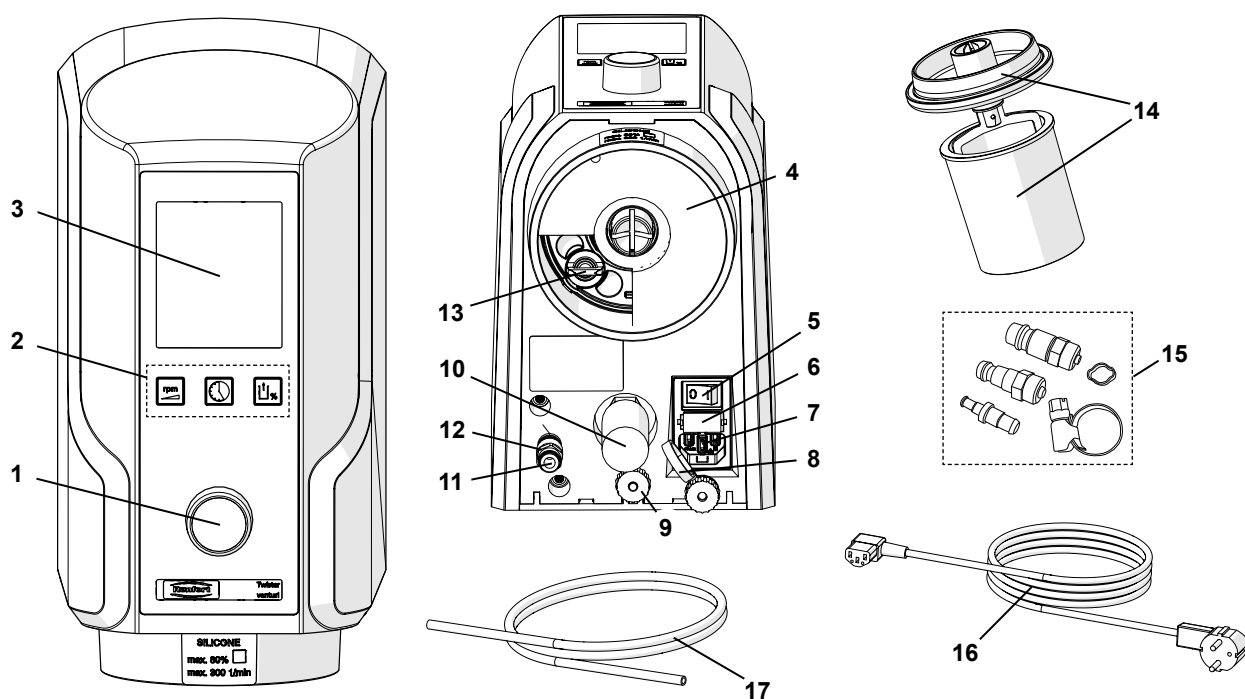

Fig. 1
- ⇒ Inserire il tubo dell'aria compressa (17) nell'apposito raccordo del giunto per l'aria compressa (11) fino alla battuta, superando una leggera resistenza. Nel far ciò è necessario superare una percepibile leggera resistenza.
- ⇒ Fra gli accessori forniti a corredo, scegliere il giunto adatto per collegare il tubo flessibile alla rete dell'aria compressa (15, Fig. 1) e montarlo sull'estremità del tubo.
L'apparecchio si accende e spegne per mezzo dell'interruttore (5, Fig. 1).